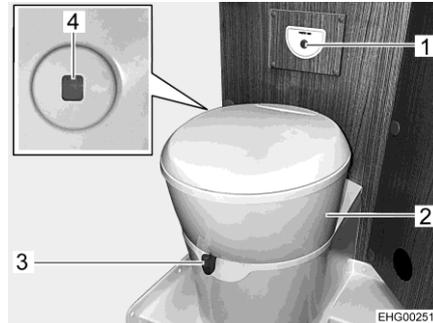

Bild 104 Toilette
Die Toilettenschüssel kann in die gewünschte Position gedreht werden. Dazu mit beiden Händen das Oberteil (Bild 104,2) der Toilette fassen und drehen. Die Bedieneinheit mit dem Spülknopf (Bild 104,1) ist in der Nähe der Toilettenschüssel angebracht.
- Vor dem Spülen den Schieber der Toilette öffnen. Dazu den Schieberhebel (Bild 104,3) entgegen dem Uhrzeigersinn schieben.
- Zum Spülen den blauen Spülknopf (Bild 104,1) drücken.
Die Füllstandsanzeige (Bild 104,4) ändert die Farbe von Grün auf Rot, wenn der Fäkalientank entleert werden muss.